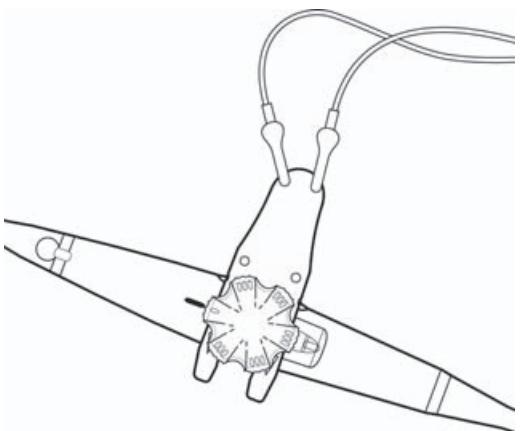

Figura 7 Conexión a la herramienta para la comprobación de perforaciones
- b** Conecte los electrodos rojos a la herramienta para la comprobación de perforaciones tal y como se muestra en la Figura 7.